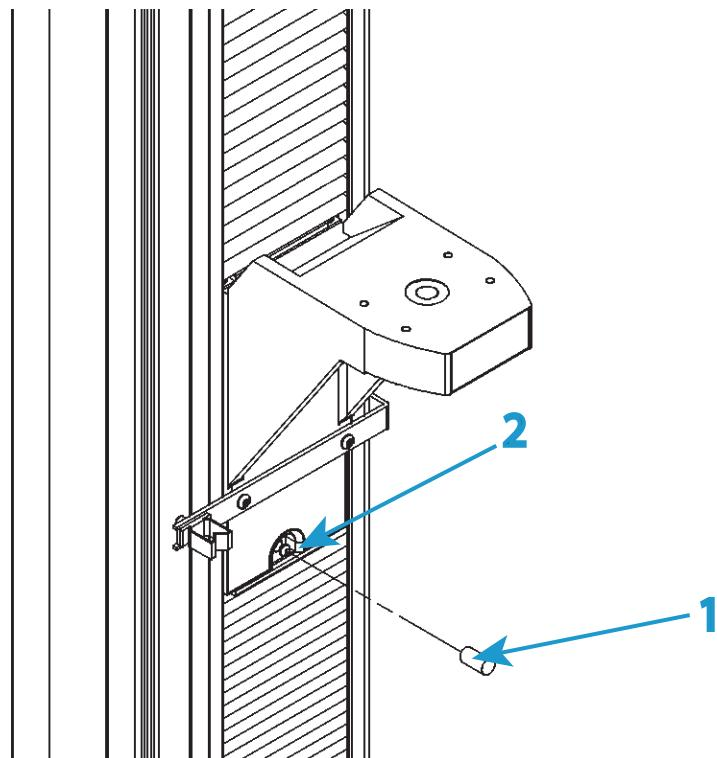
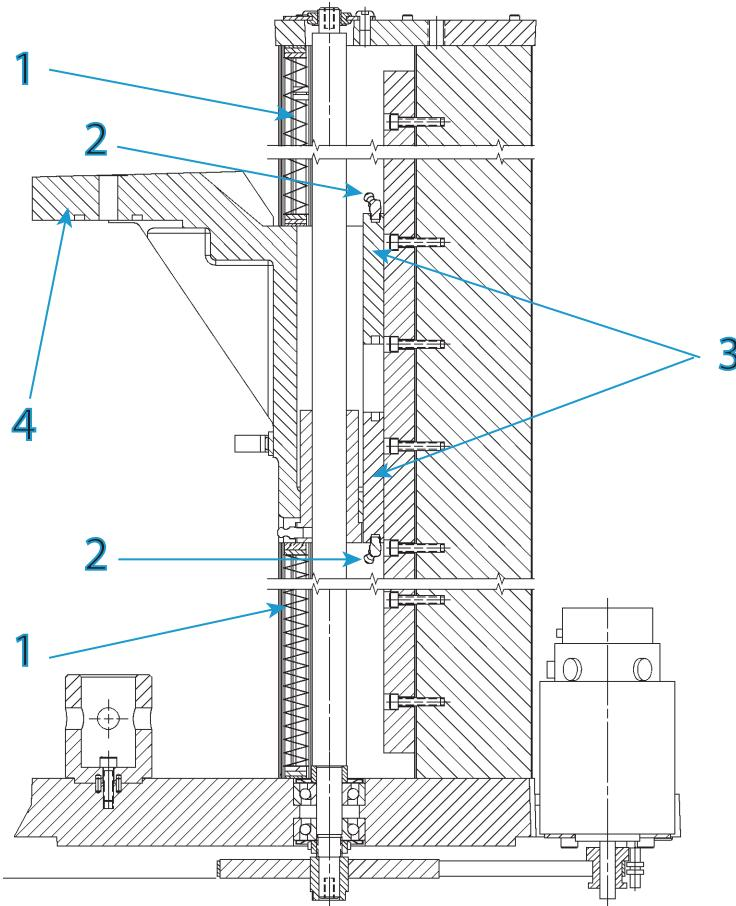

Figura 24. Lubrificazione dei dadi
Figura 25. Lubrificazione carrelli guida lineari
Questa procedura si applica al modello 34SC-5, consultare Figura 24 a pagina 128 e Figura 25 a pagina 129.
Legenda per Figura 24
Legenda per Figura 25
1. Accertarsi che l'interruttore di alimentazione sia in posizione Off (0) e scollegare il cavo dall'alimentazione. Verificare che nessun LED sia illuminato sul pannello di controllo del telaio.
6. Collegare i coperchi delle viti a ricircolo di sfere dalla traversa e farli scorrere dalla traversa. Vedere la Figura 25 a pagina 129 per individuare l'ingrassatore su ogni carrello.